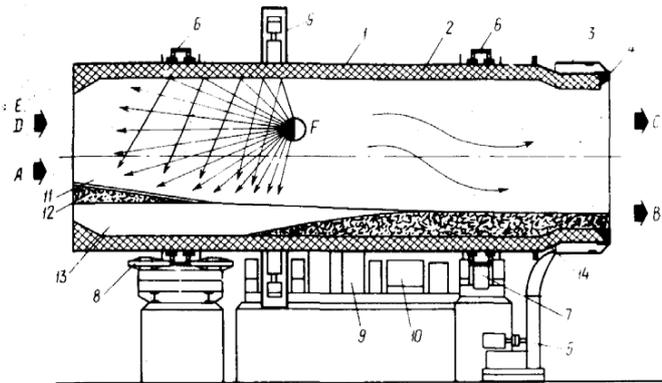

Рис. 2.
2. Укажите наименование элемента барабанной печи (рис. 2), обозначенного на рисунке F: а – источник теплового излучения, б – огнеупорная футеровка; в - присоединительный сегмент; г - вентилятор; д- зубчатый венец.
3. Укажите основные рабочие зоны барабанной печи (рис. 2): 1 – выгрузка золы (шлака); 2 - загрузка отходов; 3 – отвод дымовых газов; 4 – подача дополнительного топлива; 5 – подача воздуха.